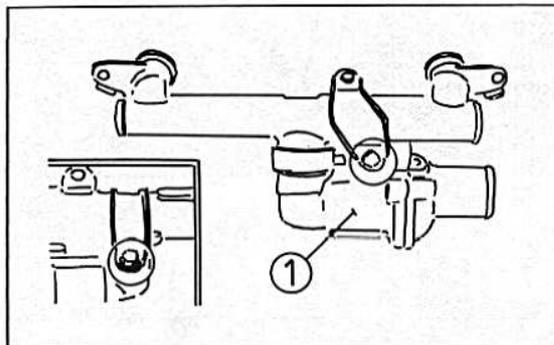

Bild 94
- Das Thermostatgehäuse vom Verteilrohr abschrauben (Bild 94).